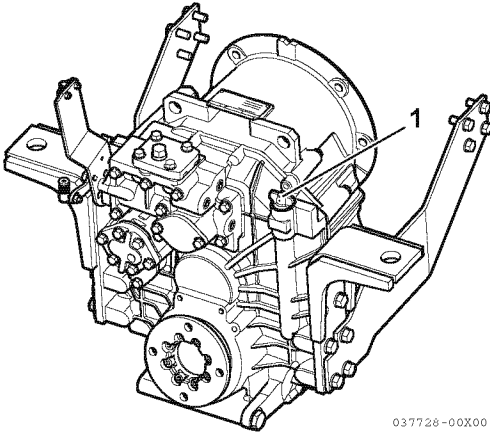

Abbildung 1
- Ölmesstab entfernen (1, **Abbildung 1**) und mit einem sauberen Tuch abwischen.